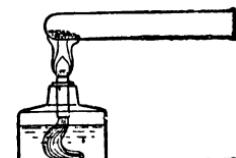

Рис. 9.
■ **Опыт 1.** Нагрейте в пробирке очень немного (рис. 9) зелёного порошка — углемедной соли (встречается в природе в виде минерала малахита). Держите пробирку горизонтально и наблюдайте происходящие явления. ■